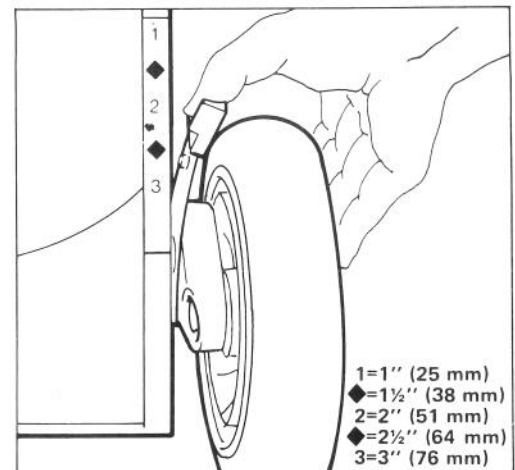

Bild 14
2. Zur leichteren Einstellung das Mähergehäuse anheben, damit das Rad mehr am Boden ist. Schnitthöhen-Einstellhebel zum Rad hin drücken und auf die gewünschte Schnitthöhe einstellen (Bild 14). Sicherstellen, daß der Stift des Einstellhebels in die Nute am Gehäuse einrastet. Alle Räder auf die gleiche Höhe einstellen.